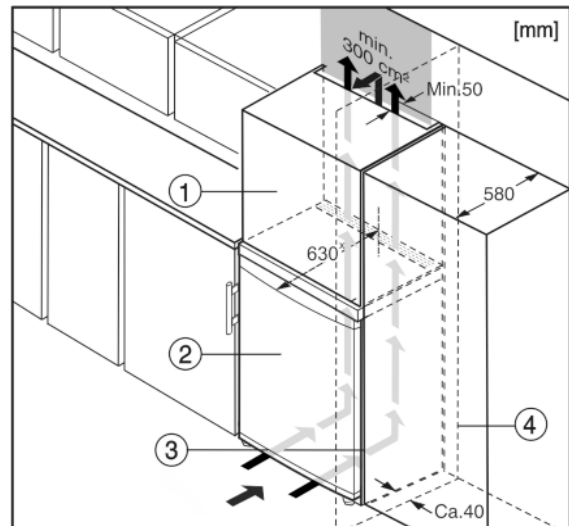

Fig. 5
- (1) Mobile da appoggio
- (2) Apparecchio
- (3) Mobile da cucina
- (4) Parete
L'apparecchio può essere incassato in mobili da cucina. Per adattare l'apparecchio Fig. 5 (2) all'altezza della cucina componibile, è possibile applicare sopra l'apparecchio un mobile da appoggio Fig. 5 (1).
Nell'incasso con mobili da cucina (profondità max. 580 mm) l'apparecchio può essere installato direttamente accanto al mobile da cucina *Fig. 5 (3)*. L'apparecchio sporge di lato 34 mm * e al centro dell'apparecchio 50 mm * rispetto al frontale del mobile da cucina.
Se l'apparecchio con cerniere viene installato accanto ad una parete *Fig. 5 (4)*, la distanza minima fra l'apparecchio e la parete deve essere almeno di 40 mm, che corrisponde alla sporgenza della maniglia con la porta aperta.